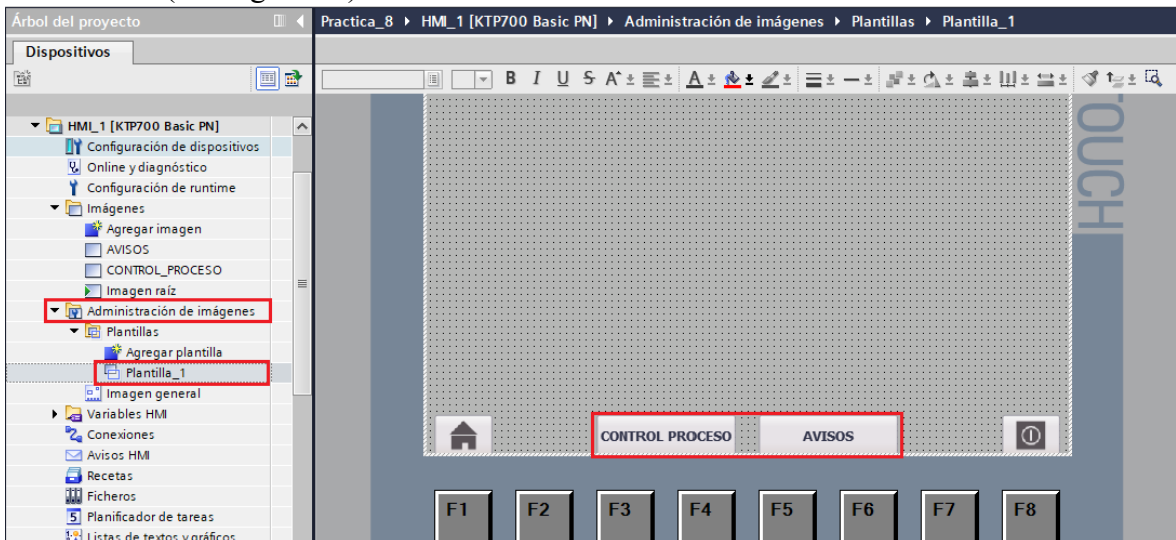

Figura 47. Configuración menú principal.
- (1) Para realizar la configuración de un menú, dirigirse a “Administración de imágenes” / “Plantillas” / “Plantilla_1”.
- En esta ventana se configurará dos botones denominados, botón “CONTROL PROCESO”, botón “AVISOS” (ver Figura 47).